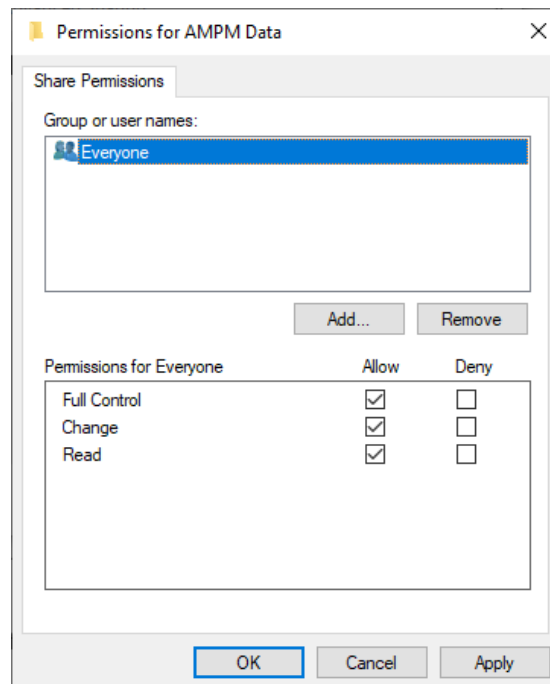

Abbildung 46 „Permissions“ (Berechtigungen)
3. Klicken Sie auf **Permissions** (Berechtigungen), wählen Sie **Everyone** (Jeder), wählen Sie **Full control** (Volle Kontrolle) und klicken Sie auf (siehe Abbildung 46).